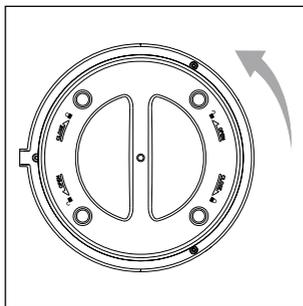

Fig. 3
3. Tournez le couvercle du boîtier ⑨ en dessous de l'appareil légèrement dans le sens des aiguilles d'une montre dans le sens **OPEN** 🗑 pour l'ouvrir (voir fig. 3). Retirez ensuite le couvercle du boîtier ⑨ de l'appareil.